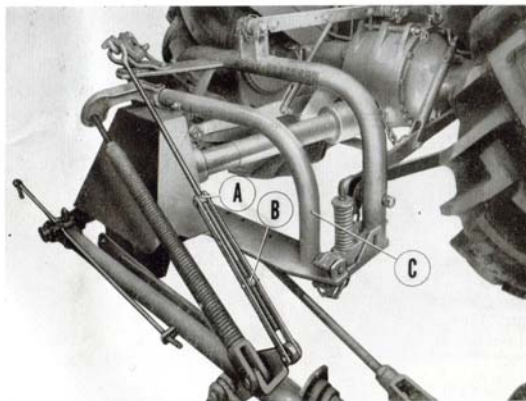

Fig. 4
- 2° Enlever les tourillons de la chape tendeur de tringle (A et B, fig. 4).
- 9° Repositionner la tringle de relevage. Parmi les 2 tourillons, l'un est fileté et sert d'ancrage au câble, tandis que l'autre, non fileté, sert de guide. La figure 4 montre leur position correcte pour les voies de 1,32-1,42 m (tourillon non fileté au trou supérieur et tourillon fileté placé en bas dans le trou inférieur).